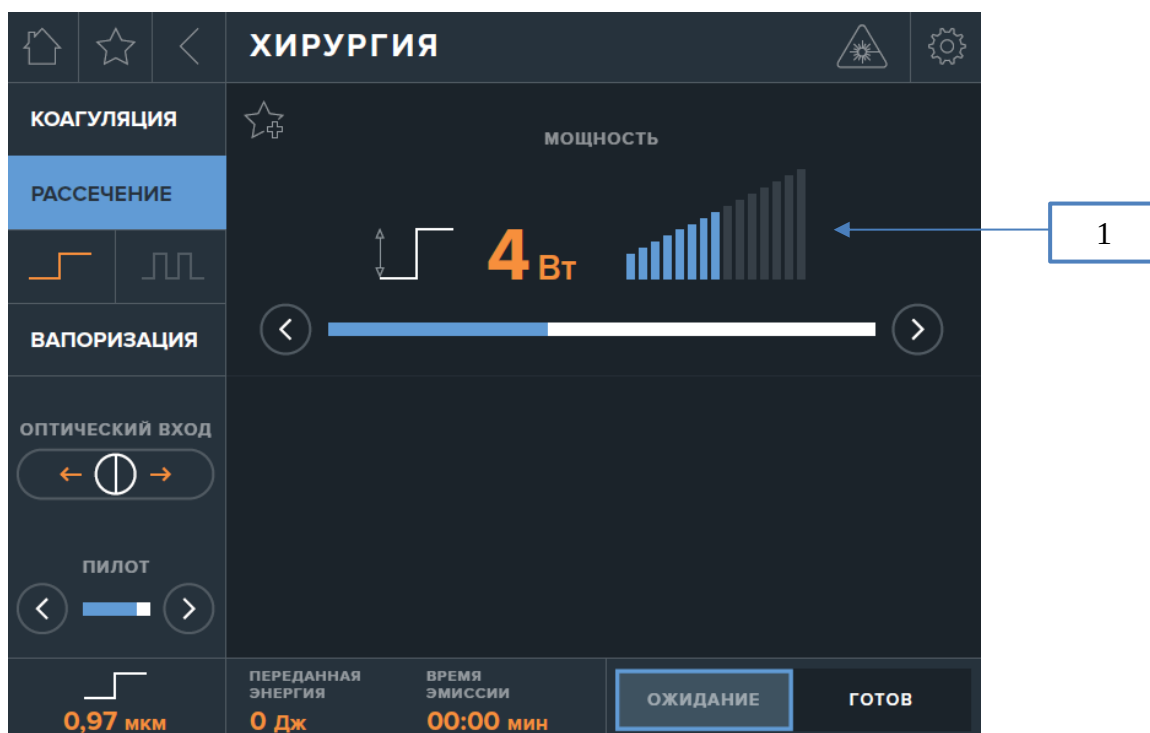

Рис. 27 Экран предустановленного режима РАСРЕЧЕНИЕ для операций «ХИРУРГИЯ» (непрерывный режим).
Для просмотра и загрузки режимов, сохраненных ранее, необходимо нажать кнопку (6) (рис. 27) (данная кнопка доступна на любом из экранов).